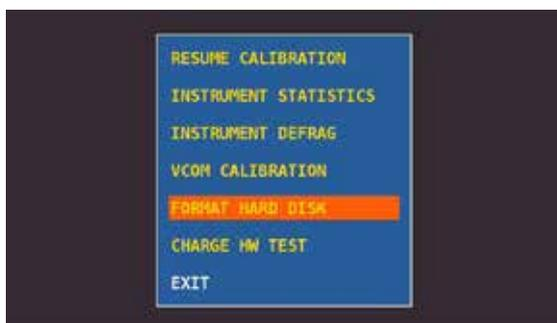

Figura 1: Menu di selezione
2. **Premere e TENERE premuto per almeno 10 secondi CONTEMPORANEAMENTE i 3 pulsanti meccanici: SPECT, PLAN e VOLUME** e attendere che sullo schermo dello strumento compaia il menù di figura 1;
3. Selezionare la voce “**FORMAT HARD DISK**” (figura 1), premere l’encoder (ENTER) e attendere l’esecuzione del processo;
- Premere il tasto VOLUME e selezionare "CONFIGURATION MENU" (figura 1),